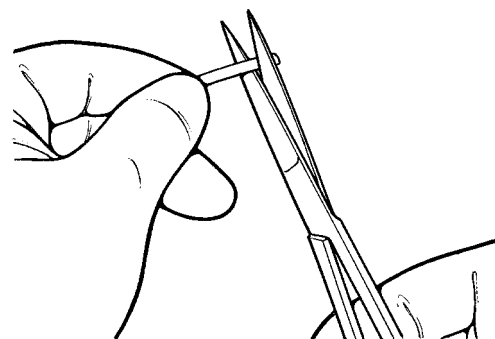

Figura 4-21. Taglio del tubo
1. Tagliare il tubo (**Figura 4-21**) per adattarlo all'anatomia del paziente.